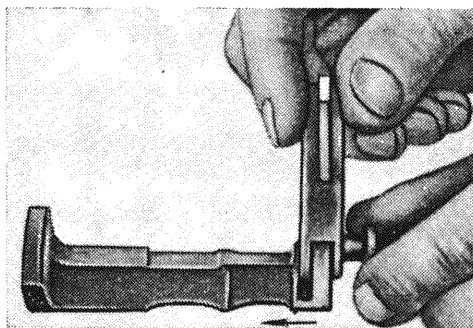

Рис. 105
2. Совместить выемку направляющего козырька с выемкой на упоре патрона. Вставить ось направляющего козырька (рис. 105).